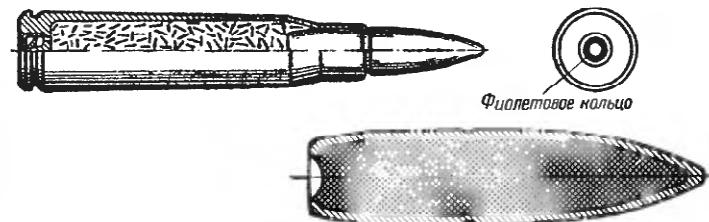

Рис. 13. 7,9-мм английский патрон с тяжёлой пулей к пулемёту Беза
2. 7,9-мм английский винтовочный патрон с тяжелой пулей к пулемету Беза (BSA) (рис. 13)